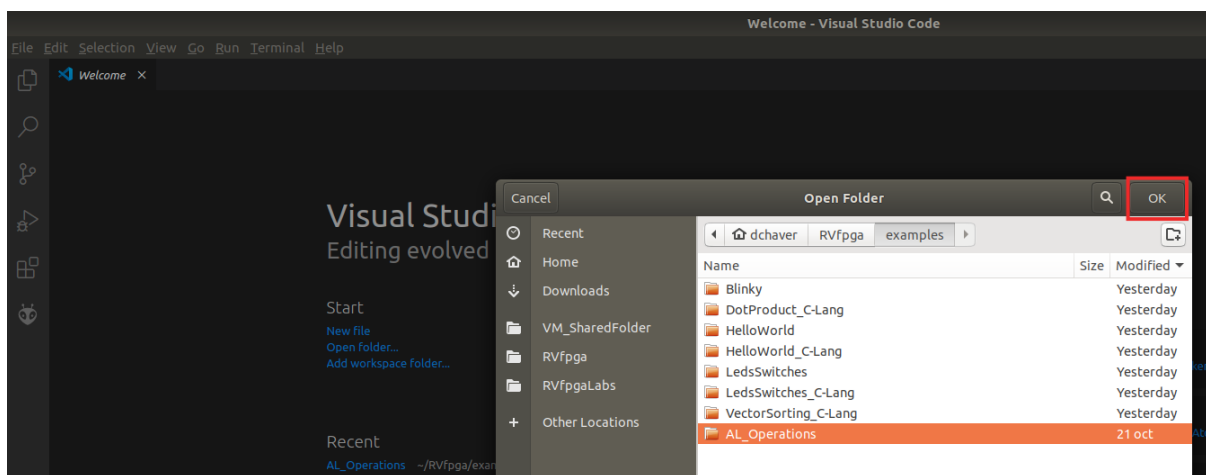

Figura 34. Abrir a pasta AL_Operations
- Selecione o projeto PlatformIO que vai utilizar. Nesta secção, como exemplo, utilizamos *AL_Operations*, o primeiro exemplo mencionado na Tabela 9, que irá depurar na secção seguinte, mas poderá seguir os mesmos passos com qualquer outro exemplo. Selecione a pasta *AL_Operations* (não a abra, mas apenas o selecione – **Figura 34**) e clique em OK na parte superior da janela. PlatformIO irá agora abrir o exemplo.